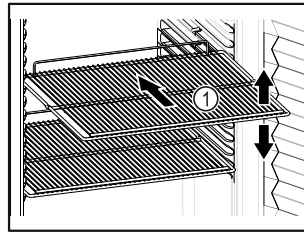

Fig. 54
- Якщо решітки для зберігання Fig. 54 (1) знімні, відрегулювати по висоті.